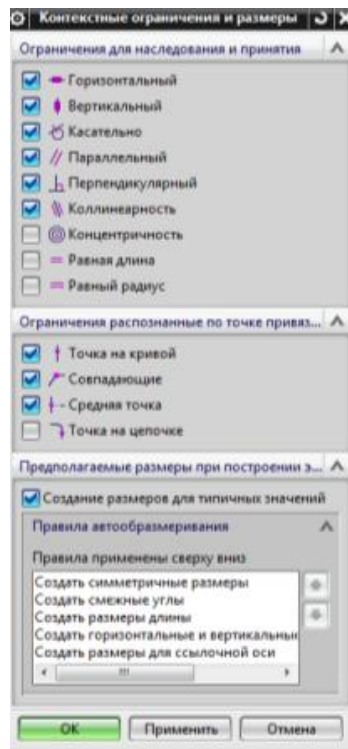

Рис. 2.4 Контекстные ограничения и размеры
2) «Эскиз на траектории» (рис. 2.4) это специальный тип размещения эскиза, который используется для создания профиля при построении элементов типа «Переменное замещение», «Вытягивание» и «Вращение». Для всех типов вы выбираете траекторию и определяете положение плоскости эскиза на этой траектории.
В момент рисования того или иного двумерного объекта система пытается автоматически определить, каким геометрическим ограничениям он подчиняется, и накладывает эти ограничения. Этот режим регулируется кнопкой «Контекстные ограничения и размеры» (рис. 2.4).